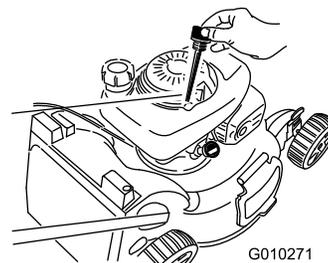

Figura 37
6. Rimuovete l'asta di livello dal tubo di riempimento dell'olio (Figura 37).